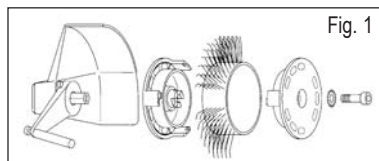
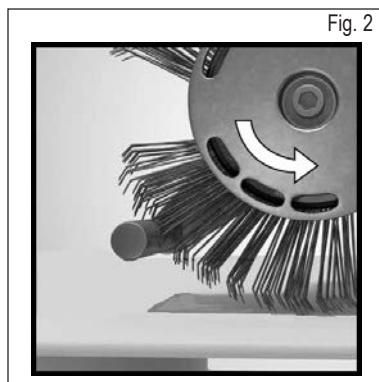

Fig. 1
Fig. 2
- Se va întrerupe alimentarea cu aer comprimat și se va fixa apoi în modul prescris pe unealtă Bandă Bristle Blaster® de 23 mm resp. de 11 mm, cu sistemul de prindere corespunzător (atenție la sensul de rotație), cu șurubul și cu șaiba ondulată prevăzute în acest scop. Vezi Fig. 1 și Fig. 2
- Folosiți o Bandă Bristle Blaster® în sensul de mișcare eronat? – Orientați banda cu perii în așa fel, încât să funcționeze în direcția regulamentară. (vezi capitolul 7, Punerea în funcțiune, Fig. 2).